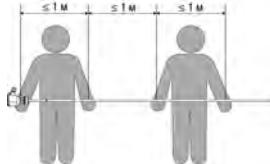

Рисунок 5.1 – Перемещение датчика длиной более 2 м
• датчик длиной более 2 м извлекают из упаковки и переносят два человека: одной рукой следует удерживать датчик за металлический корпус, а далее поддерживать трубку арматуры через каждый 1 м (см. рисунок 5.1).